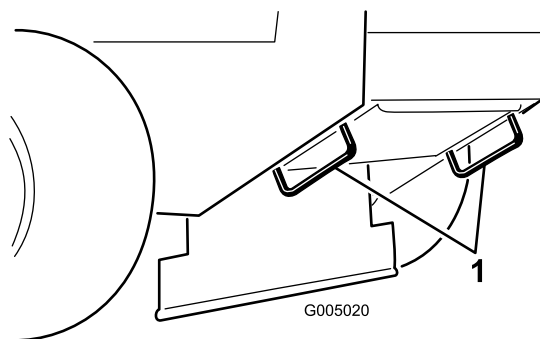

Figura 19
5. Utilice los puntos de amarre de la máquina para sujetar la máquina firmemente al vehículo de remolque con correas, cadenas, cables o cuerdas (Figura 19).